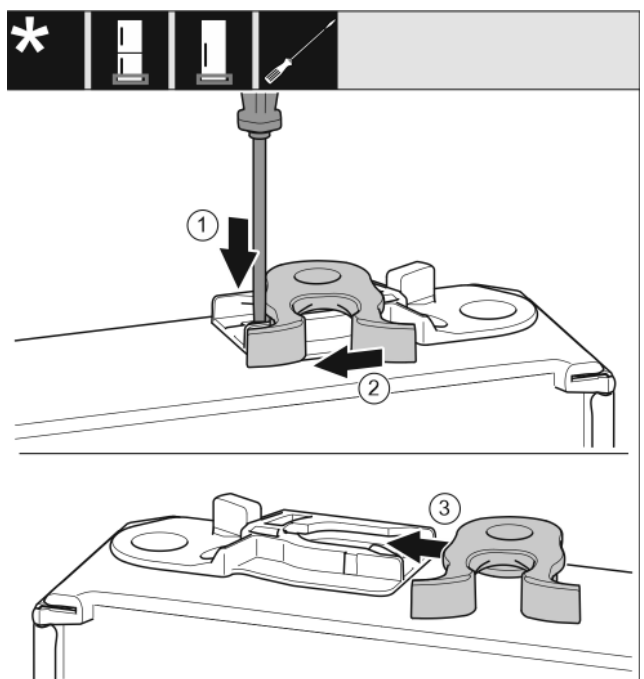

Fig. 21
- Нажмите шлицевой отверткой на накладку вниз. Fig. 21 (1)
- Выведите запорный крючок из направляющей. Fig. 21 (2)
- Вставьте запорный крючок в направляющую с другой стороны. Fig. 21 (3)